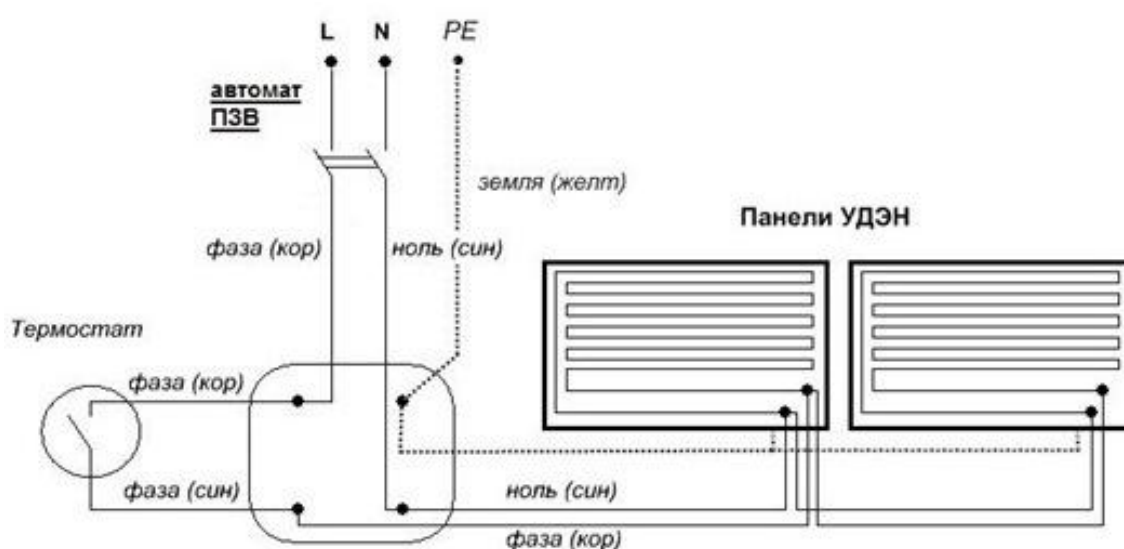

Рис. 3.2.
3.2. Схема расключения распределительной коробки приведена на (рис. 3.2.).